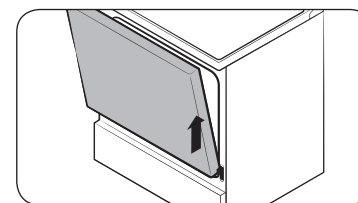

Fig. 2
5. Soulevez et retirez la porte jusqu'à ce que le bras de la charnière soit enlevé de son logement (Fig. 2).